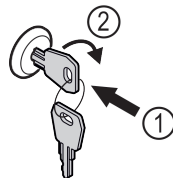

Fig. 45
- Introduceți cheia prin apăsare Fig. 45 (1).
- Rotiți cheia cu 90° în sensul acelor de ceasornic Fig. 45 (2).